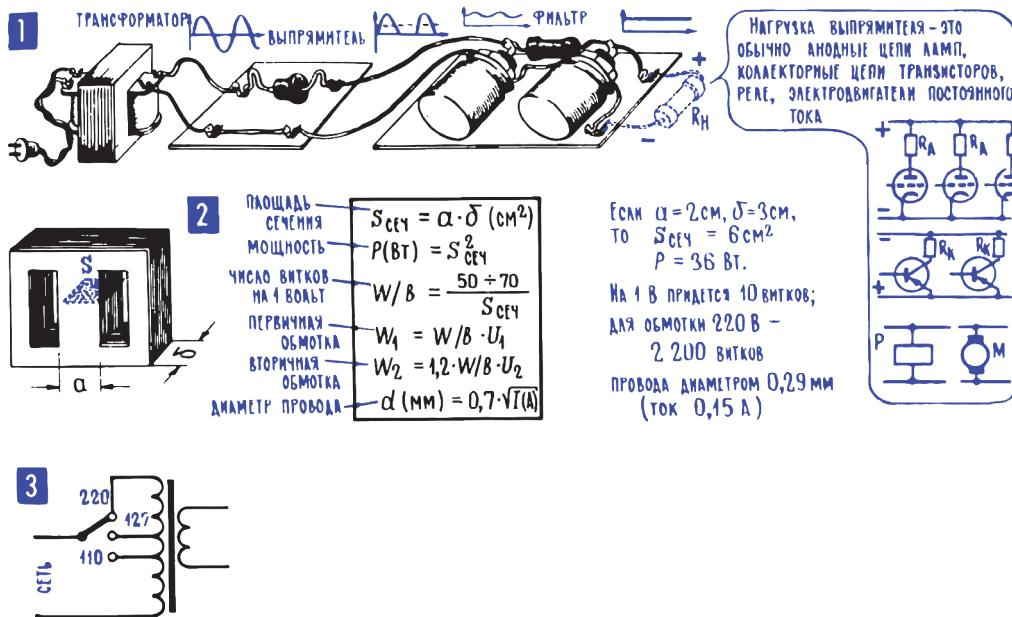
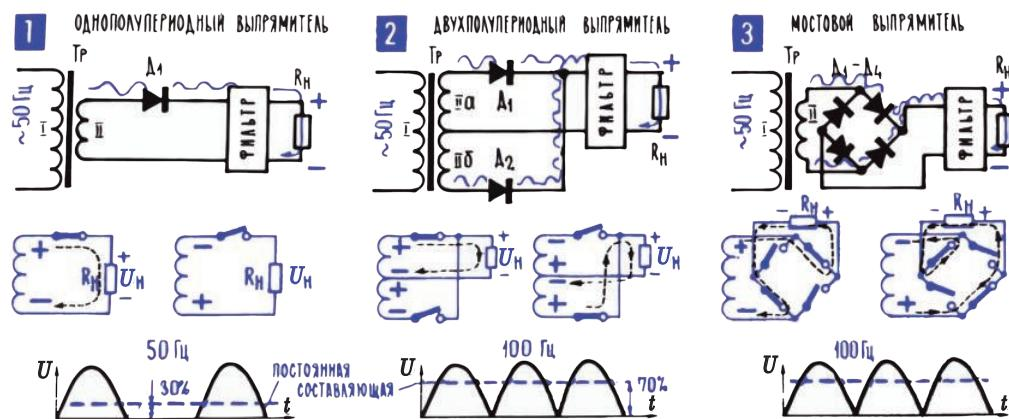
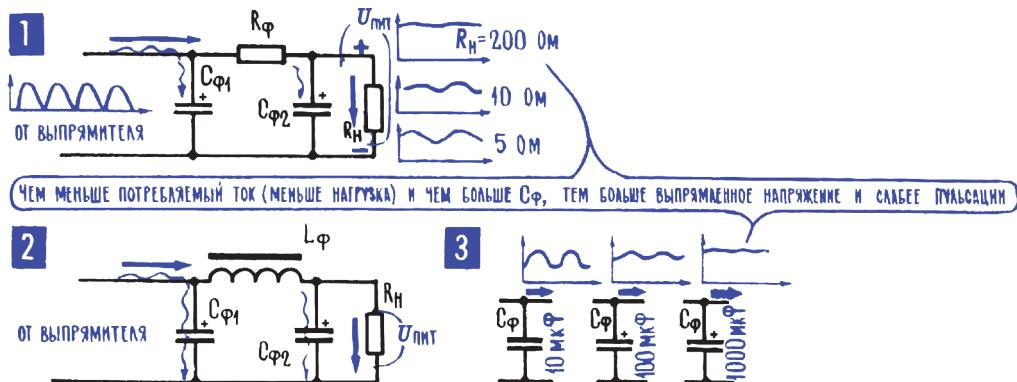

Рис. 17.1. Простой блок сетевого питания
Рис. 17.2. Различные схемы выпрямления переменного тока
Рис. 17.3. Сглаживание пульсаций выпрямленного напряжения
так, чтобы в его спектре появилась постоянная составляющая, и, в-третьих, нужно с помощью фильтров отвести в сторону все переменные составляющие, оставить постоянную составляющую в чистом виде (рис. 17.1; 1).
Силовой трансформатор собран на разборном стальном сердечнике из изолированных друг от друга тонких Ш-образных, реже П-образных пластин (рис. 6.20). Его размеры, а точнее площадь сечения средней части сердечника, выбираются с учетом общей мощности, которую трансформатор должен передать из сети всем своим потребителям. Упрощенный расчет устанавливает такую зависимость: сечение сердечника  $S \text{ см}^2$ , возведенное в квадрат, дает общую мощность трансформатора в ваттах. Например, трансформатор с сердечником, имеющим стороны 3 см и 2 см (пластины типа Ш-20, толщина набора 30 мм), то есть с площадью сечения сердечника  $6 \text{ см}^2$ , может потреблять от сети и «перерабатывать» мощность 36 Вт. Это грубый, упрощенный расчет, но он дает вполне приемлемые результаты (рис. 17.1; 2).
В силовом трансформаторе несколько обмоток. Во-первых, две сетевые для включения в сеть с напряжением 220 В и 127 В. Правда, отдельных обмоток для каждого напряжения не делают. В обмотке для напряжения 220 В витков больше, чем в обмотке для 127 В, и обмотки переключают таким образом, что при напряжении сети 220 В к обмотке 127 В просто добавляют некоторое количество витков (рис. 17.1; 3)8.
Простейшая схема выпрямления – однополупериодная, уже знакомая нам по детекторным каскадам приемника. Но только там мы выделяли одну из переменных составляющих (низкочастотную), а постоянную отбрасывали, не пускали к усилителю НЧ. А в выпрямителе нам нужна именно постоянная составляющая пульсирующего тока (рис. 17.1; 1), и только ее нужно подвести к нагрузке. Однополупериодный выпрямитель работает через такт, использует энергию только одного полупериода переменного напряжения. При этом частота импульсов такая же, как и частота сетевого напряжения, то есть 50 Гц, а постоянная составляющая в спектре пульсирующего тока составляет примерно 32 % от амплитуды импульса (рис. 17.2; 1).
Если взять два однополупериодных выпрямителя, включить в них диоды таким образом, чтобы они пропускали ток поочередно, и затем выпрямленный ток от каждого из них направить в общую нагрузку, то получится двухполупериодный выпрямитель (рис. 17.2; 2). Благодаря такому остроумному схемному фокусу ток по нагрузке будет протекать без пауз, частота пульсаций станет в два раза выше и составит уже 100 Гц, а постоянная составляющая увеличится до 64 % от амплитуды. Все это, конечно, достоинства: в двухполупериодной схеме заданное постоянное напряжение можно получить при меньшем переменном, а пульсации с более высокой частотой легче сгладить конденсатором, фильтрами легче отводить от нагрузки переменную составляющую. Ну, а плата за эти достоинства –
Существуют две разновидности двухполупериодных схем. Для одной нужно иметь два вентиля, например два полупроводниковых диода, и две отдельные вторичные обмотки в силовом трансформаторе. Обычно их, правда, выполняют в виде одной обмотки с отводом от средней точки, и при этом автоматически получается нужная полярность напряжения, подводимого к диодам: когда на конце одной обмотки (или, точнее, одной секции) «плюс» относительно средней точки, на конце другой – «минус» и когда один диод пропускает ток, второй не пропускает. Во время следующего полупериода полярность напряжения на вторичной обмотке меняется: меняются местами «плюс» и «минус», и тот диод, который пропускал ток, оказывается закрытым, а тот, что не пропускал, – открытым (рис. 17.2; 2). Каждая половинка вторичной обмотки трансформатора для такой схемы должна давать расчетное напряжение, необходимое для выпрямителя, а вся обмотка – удвоенное напряжение.
В мостовой схеме (рис. 17.2; 3) двухполупериодное выпрямление получается без двух отдельных переменных напряжений, для мостовой схемы достаточно иметь одну вторичную обмотку. Но за это приходится платить двумя дополнительными диодами – в мостовой схеме их 4, а не 2. Если разобраться в начертании мостовой схемы, то окажется, что в ней просто найден такой способ включения диодов, при котором ток через нагрузку при любой полярности напряжения на вторичной обмотке идет в одну и ту же сторону. В выпрямителях блока питания используют мощные выпрямительные диоды (гл. 9; 13), хотя при небольших токах вполне могут подойти и маломощные импульсные. Диоды подбирают по величине постоянного тока, который должен давать выпрямитель, и по обратному напряжению (табл. 9.1), которое для страховки всегда считают равным удвоенной амплитуде переменного напряжения на вторичной обмотке. Это, однако, еще не означает, что выпрямленное напряжение действительно получается равным амплитуде переменного напряжения.
Получить выпрямленное напряжение после фильтра, равное амплитуде переменного, невозможно прежде всего потому, что даже в отсутствие нагрузки (холостой ход выпрямителя) через электролитические конденсаторы большой емкости, установленные в фильтре, протекает ток утечки. Этот ток, подобно току нагрузки, создает падение напряжения на диодах (см. рис. 9.5). Надо учитывать также, что в мостовой схеме падение напряжения на диодах вдвое больше, чем в двухполупериодной по варианту рис. 17.2; 2: при номинальном токе для выпрямительных диодов оно в сумме составляет не менее 2 В. При малых выпрямленных напряжениях это чувствительные потери, которые резко снижают КПД всей системы. В современных качественных системах вторичного электропитания, особенно достаточно мощных, от выпрямительных диодов постепенно отказываются в пользу полевых транзисторов (MOSFET) в качестве ключей, открываемых и запираемых в нужные моменты времени, в которых потери гораздо меньше.
**6. Фильтр выпрямителя сглаживает пульсации и, кроме того, влияет на величину выпрямленного напряжения.** Чтобы отвести от нагрузки переменную составляющую, сгладить пульсации напряжения, которое подводится к нагрузке, после диодов включают фильтр, обычно из одного конденсатора (рис. 17.3; 1, 3), реже из конденсаторов и дросселя (рис. 17.3; 2). Резистор  $R_\phi$  на рис. 17.1; 3 представляет выходное сопротивление выпрямителя; вместе с  $C_\phi$  он образует RC-фильтр. Элементы фильтра выбираются исходя из известных соотношений: чем больше емкость конденсаторов  $C_\phi$ , тем лучше, тем большая часть переменных составляющих замыкает через них и меньшая часть идет в нагрузку. Чем больше выходное сопротивление выпрямителя  $R_\phi$ , тем труднее переменным составляющим пробраться в нагрузку, но тем большая часть постоянного напряжения на нем теряется. Поэтому в фильтрах ставят электролитические конденсаторы большой емкости9.
Нет смысла весь выпрямленный ток фильтровать с одинаковой тщательностью. В качестве примера потребителя, для которого требования к сглаживанию пульсаций можно снизить, можно привести мощный усилитель НЧ – коллекторную цепь его выходного каскада может питать напряжение с пульсациями 1–2 % (от уровня постоянного напряжения), а на предварительные каскады нужно подавать напряжение, у которого пульсации не превышают 0,01–0,05 %. Это легко объясняется: пульсации, попавшие в первые каскады, в дальнейшем усиливаются. В этих случаях устанавливают дополнительные сглаживающие конденсаторы, в особо ответственных случаях отделяя их от основного фильтра дросселем (рис. 17.3; 2). Кстати, плохая фильтрация питающего напряжения в усилителях НЧ проявляется в виде фона с частотой 50 или 100 Гц в зависимости от схемы выпрямителя.
**Примечание редактора.** Следует отметить, что никакое, сколь угодно большое увеличение емкости конденсатора в схеме по рис. 17.3; 1 не позволяет убрать пульсации выходного напряжения выпрямителя полностью. Нередко при высоких требованиях к качеству питания последовательно с нагрузкой в основном фильтре ставят дроссели (как на рис. 17.3; 2). Это позволяет снизить емкость (и, следовательно, габариты) конденсатора при сохранении приемлемого уровня пульсаций. Однако по-настоящему хорошее сглаживание пульсаций достигается только в схемах стабилизаторов с активными элементами с обратной связью (транзисторами со стабилитронами, как описано далее в разделе 8, или интегральными стабилизаторами).
нагрузке. Импульсы тока через диод выпрямителя заряжают конденсатор  $C_{\phi'}$  и потом он постепенно разряжается через нагрузку  $R_n$ . Чем больше емкость конденсатора, тем медленнее он разряжается и тем больше среднее напряжение на нем (рис. 17.3; 3). Чем меньше сопротивление  $R_n$ , тем быстрее разряжается конденсатор, тем меньше выпрямленное напряжение и выше уровень пульсаций. Отсюда практический вывод: чем меньше сопротивление нагрузки  $R_n$ , то есть чем больше потребляемый от выпрямителя ток, тем должна быть емкость конденсатора фильтра  $C_{\phi}$ . И еще: выпрямленное напряжение определяется не только подводимым к выпрямителю переменным напряжением, но также потребляемым током и емкостью конденсатора фильтра  $C_{\phi}$ : чем меньше этот ток и чем больше  $C_{\phi}$ , тем больше выпрямленное напряжение (рис. 17.3; 3).
10 Для простейших схем по типу рис. 17.3; 1 выпрямленное напряжение на выходе можно полагать равным амплитудному значению минус примерно 3–4 В, в зависимости от тока. Поэтому для выпрямителей на напряжение 9–10 В это утверждение будет справедливым, для меньших напряжений потери будут выше, а для более высоких – ниже.
Входное постоянное напряжение для стабилизатора должно быть около 15–17 В. Его можно получать по любой из схем с трансформатором, выпрямителем и конденсаторным фильтром на выходе (рис. 17.2, 17.3). Мощность трансформатора должна быть рассчитана не менее, чем на 50 Вт, выпрямительные диоды – на ток не менее 2 А.